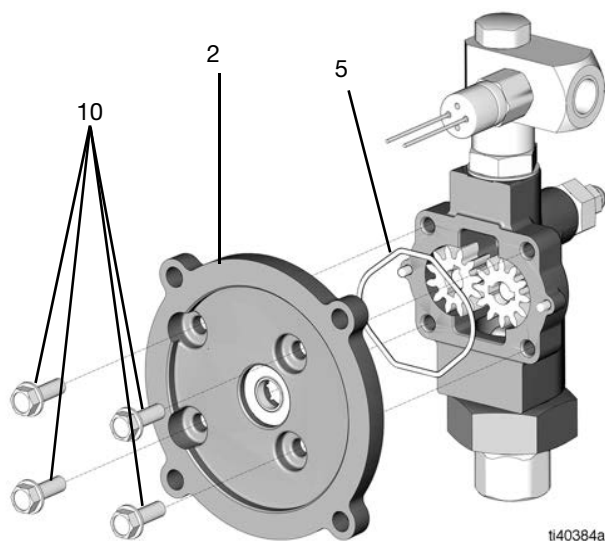

FIG. 26
15. Quite los cuatro tornillos (10) de la placa adaptadora (2) con una llave de tubo de 1/2 pulg. (FIG. 26).
16. Retire la placa adaptadora (2) (FIG. 26).
- Pase los cuatro tornillos (10) por la placa adaptadora (2) y utilice una llave de tubo de 1/2 pulg. para apretarlos (par de apriete de 40,7 N•m) [30 lb-pie] (consulte la FIG. 26).